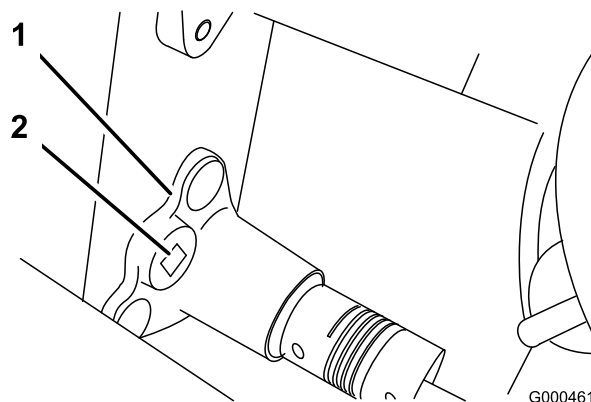

Bild 37
- B. Drehen Sie das Lagergehäuse mit einem 3/8 Zoll Drehmomentschlüssel mit 4 bis 4,5 Nm an, um die Riemenspannung einzustellen (Bild 37)